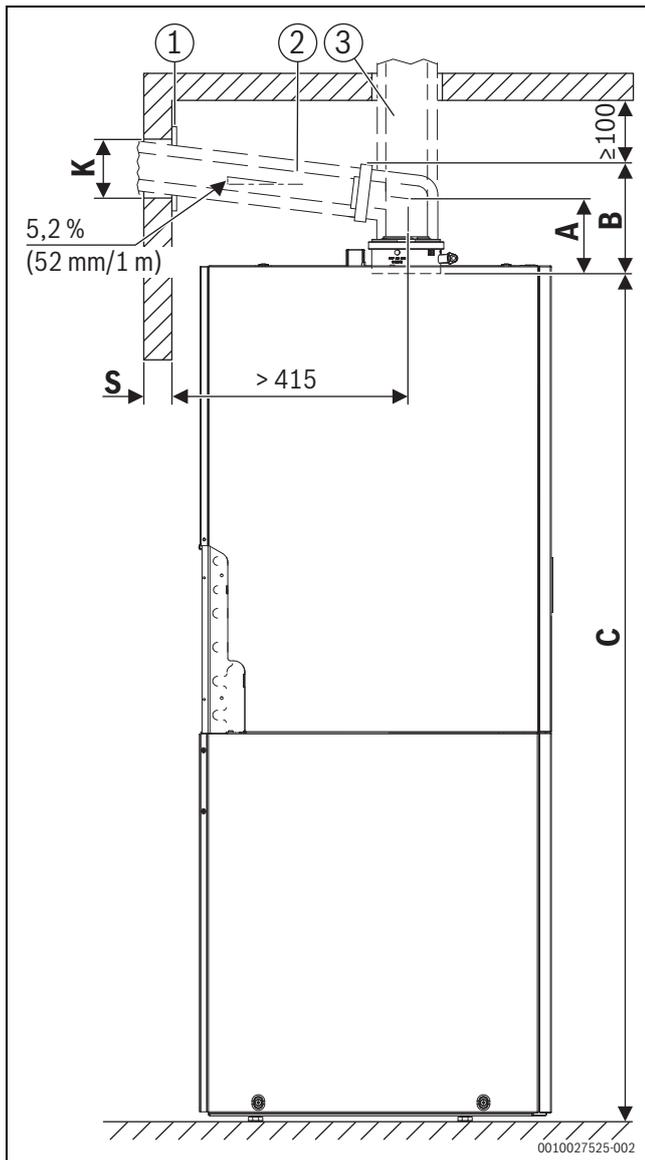

Bild 17 Ansicht von der linken Seite (Maße in mm)
- Ggf. Maß der Blende ([1] in Bild 17) addieren.